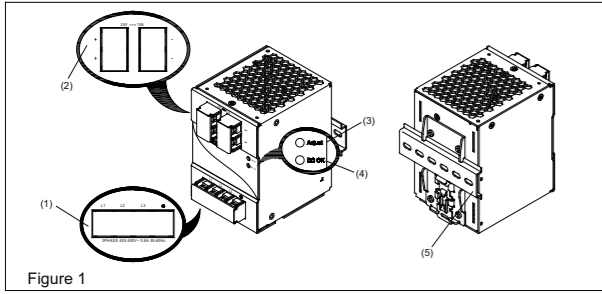
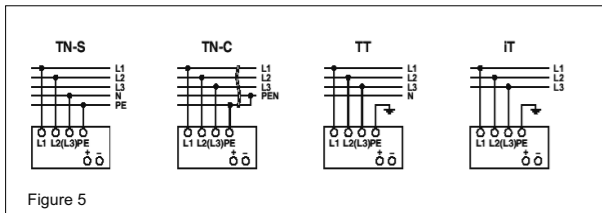

Figure 1
Figure 5
2. Gerätebeschreibung (Abb. 1)
5.1. Anschluss der Eingangsklemmen (Abb. 1, Abb. 5)
Verwenden Sie die Eingangsklemmen L1, L2, L3 und PE (Schutzleiter), um den 3-phasigen 400-500VAC-Anschluss herzustellen. Abb. 5 zeigt den Anschluss an die unterschiedlichen Netztypen. Im Fall eines Phasenausfalls ist ein uneingeschränkter Betrieb des Gerätes bei Nennleistung noch möglich.
5.2. Anschluss der Ausgangsklemmen (Abb. 1 (2))
Verwenden Sie die Schraubklemmen „+“ und „-“, um den 24VDC-Anschluss herzustellen. Am Ausgang stehen 24VDC zur Verfügung. Die Ausgangsspannung kann am Potentiometer zwischen 22 und 28VDC eingestellt werden. Die grüne LED „DC OK“ zeigt die korrekte Funktion des Ausgangs an (Abb. 1 (4)). Das Gerät verfügt über einen Kurzschluss-, Überlast- und Überspannungsschutz, der auf 35VDC begrenzt ist.